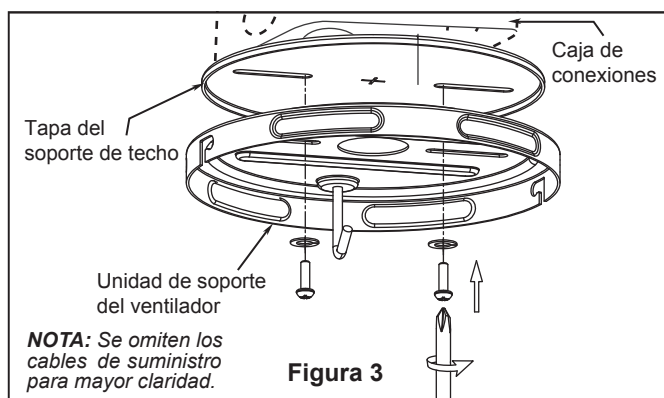

Figura 3
### Uso del soporte (Figura 3)
2. Usando los tornillos de la caja de conexiones del techo y las arandelas planas, fije con firmeza la tapa de soporte del techo en la caja de conexión de techo tal y como se muestra. (Figura 3)
3. Extraiga uno de los tres tornillos del ensamble de la placa de iluminación y guárdelos para paso 5. Afloje levemente los otros dos tronillos. (Figura 3)